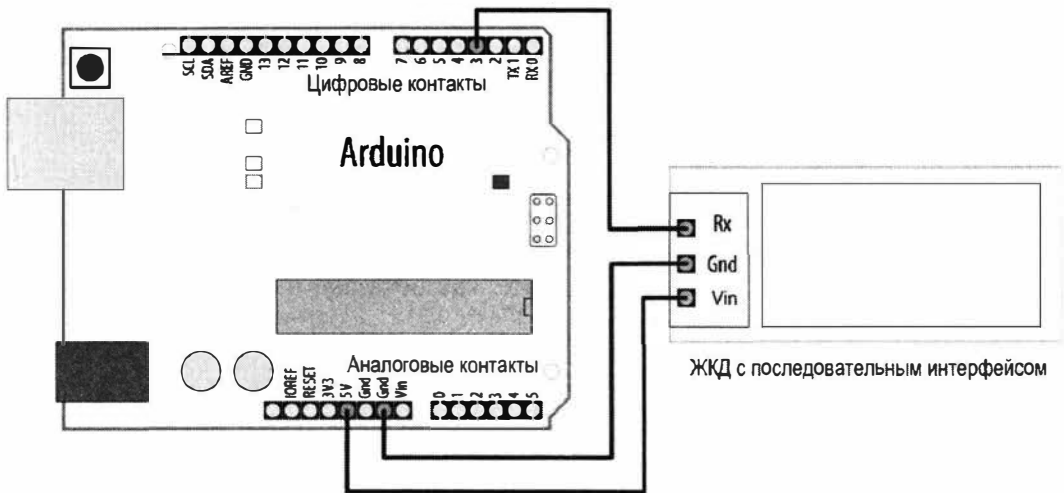

Рис. 4.6. Подключение периферийного устройства с последовательным интерфейсом к программному последовательному порту платы Arduino
Один из цифровых контактов платы выбирается в качестве передающего контакта этого порта, а другой — в качестве принимающего. Линия передачи устройства подключается к контакту приема платы, а линия приема — к контакту передачи. При однонаправленной передаче с платы на устройство, как в рассматриваемом случае передачи символов для отображения на ЖКД, подключать нужно только контакт передачи платы (TX) к контакту приема (RX) устройства. Такое подключение показано на рис. 4.6, где в качестве передающего контакта платы используется контакт 3.
Для целей этого скетча предполагается, что ЖКД подключен к контакту 3 платы Arduino, как показано на рис. 4.6, и что монитор порта подключен к аппаратному последовательному порту. Код главного цикла loop() скетча будет бесконечно выводить одинаковое сообщение на каждом из них:
Чтобы создать программный последовательный порт, нужно выбрать пару контактов платы для работы в качестве линий приема и передачи во многом в том же порядке, как работают контакты приема/передачи аппаратного последовательного порта. На рис. 4.6 показаны используемые таким образом контакты 3 и 2, но с некоторыми исключениями для определенных плат (<https://oreil.ly/ewtoN>) в этих целях